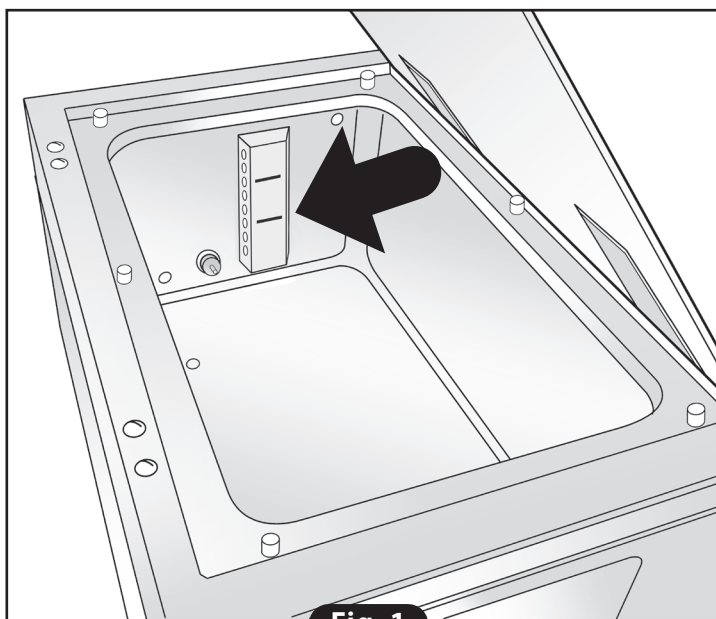

Fig. 1
- Indicateur de niveau version Base (**Fig. 1**).